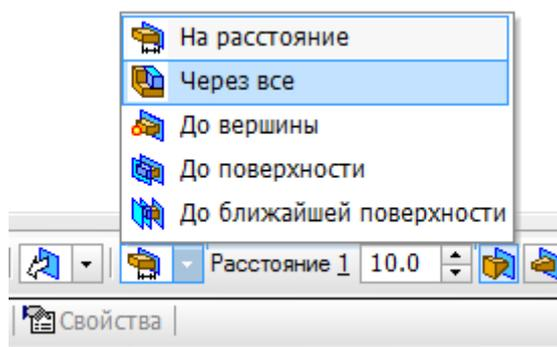

Рис. 6
- на панели **Свойств** на вкладке **Параметры** укажите **прямое** направление выдавливания (от нас), глубина выдавливания – **Через все** (рис. 6), **Угол 1** равен 0° ;